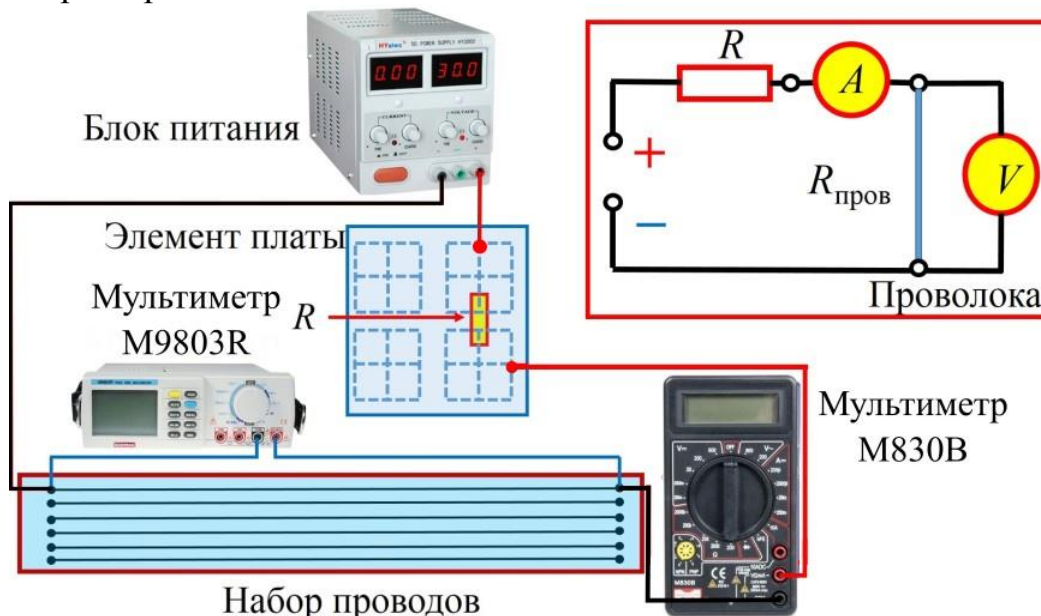

Рис. 3.9. Блок-схема соединения элементов цепи для выполнения упр. 1. На вставке представлена электрическая схема измерений.
1. Соберите электрическую схему в соответствии с рис. 3.9 (вставка), где выбраны константановый провод диаметром  $d = 0,15$  мм и нагрузочный резистор сопротивлением  $R = 330$  Ом.